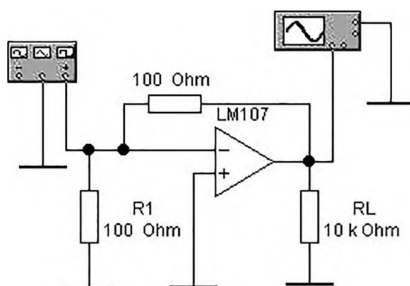

Рис. 6.4. Схема для измерения нарастания выходного напряжения ОУ
6.2.9. Собрать схему согласно рис. 6.4.